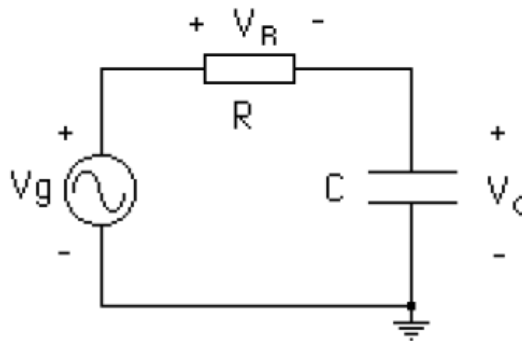

Figura 4.1. Circuitos RC
- 1.- Dibuje una forma de onda sinusoidal, identificando sobre la misma el período, la amplitud pico y la amplitud pico a pico. Escriba la relación matemática entre la frecuencia (f) y el período (T), y entre la frecuencia angular (ω) y la frecuencia (f). Escriba la ecuación que representa la señal sinusoidal en función del tiempo (t), de la amplitud pico (A) y de la frecuencia (f).
11.- Para realizar mediciones de voltaje, frecuencia y desfase, se van a montar el circuito de la Figura 4.1. Haga el diagrama circuital en **SPICE** de dicho circuito y realice el análisis **TRANSIENT** aplicando una fuente sinusoidal con los valores indicados por su profesor, a fin de obtener en una misma gráfica dos o tres ciclos del voltaje de entrada y del voltaje sobre el condensador y una segunda gráfica con el voltaje en la resistencia y el voltaje en el condensador (aplique marcadores diferenciales).
20.- Haga el esquema del circuito de la Figura 4.1 con los valores indicados por su profesor e incluya la ubicación de las puntas de prueba del osciloscopio para poder observar el voltaje del generador y el voltaje sobre el condensador.
22.- Haga el esquema del circuito de la Figura 4.1 con los valores indicados por su profesor e incluya la ubicación de las puntas de prueba del osciloscopio para poder observar el voltaje sobre la resistencia y el voltaje sobre el condensador. Indique si tiene que invertir algún canal para tener la relación de fases correcta. **Recuerde que el osciloscopio debe estar FLOTANDO.**